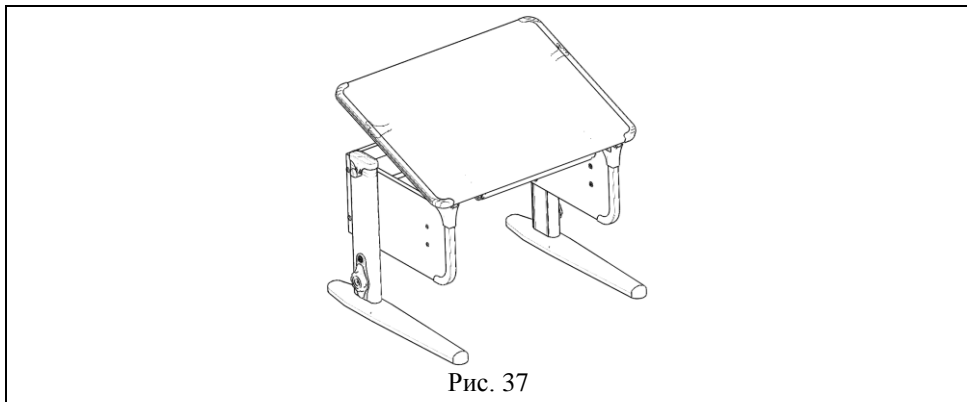

Рис. 37
6.5.1. Приподнять столешницу (держась за дальний левый или правый угол столешницы) на нужный угол наклона. (См. рис. 37)